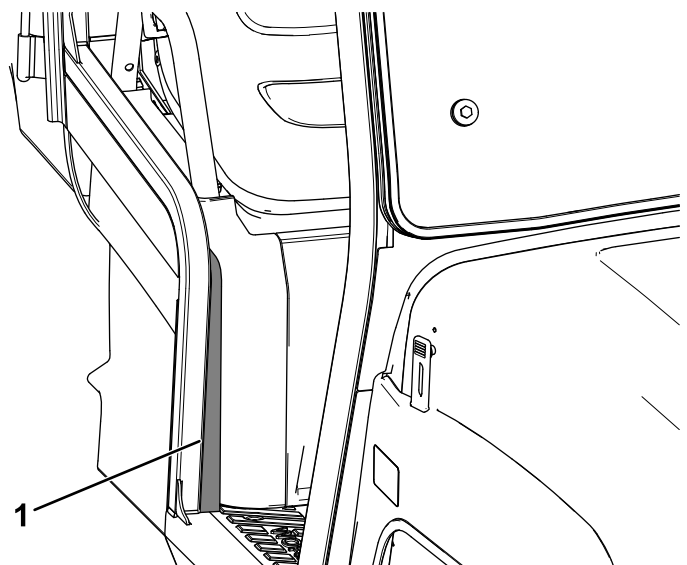

Figura 16
12. Retire el papel protector de la junta de espuma y fíjela al lado derecho de la máquina (Figura 16).